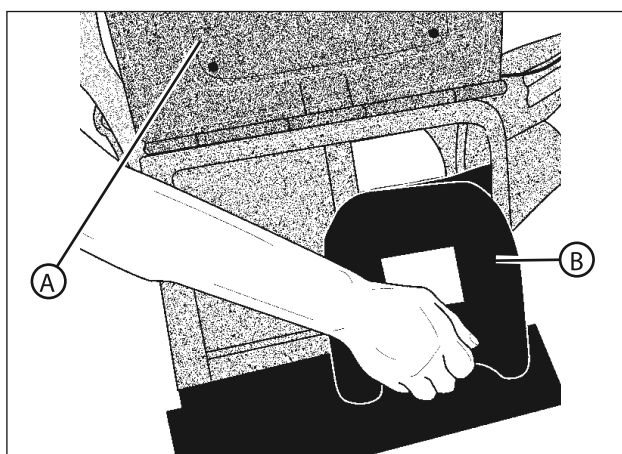

Рис. 13. Снятие вставки для мульчирования.
1. Поднимите заднюю разгрузочную дверцу (А, рис. 13).